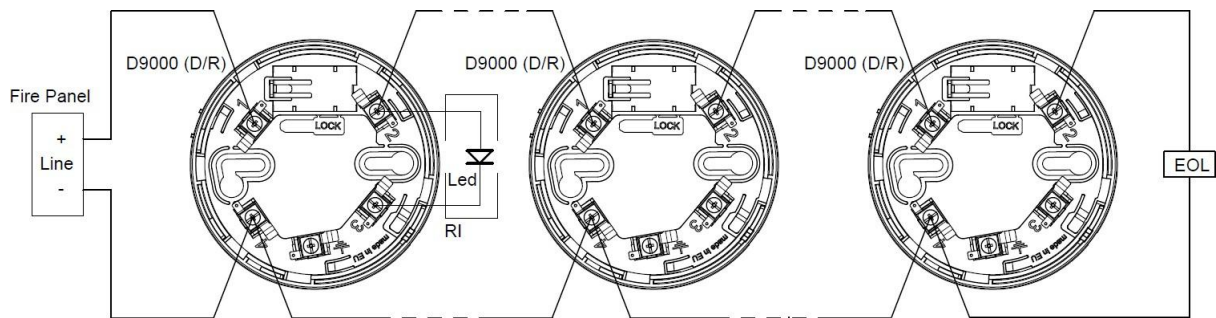

Fig. 1
- Connectez les câbles électriques selon le schéma ci-joint ( Figure 1 ) ;